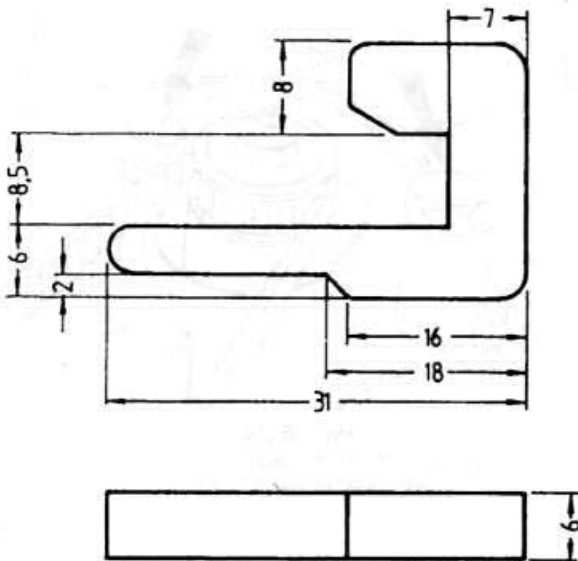

**Рис. 6.20**
- ♦ Проводящий в действие рычаг ослабьте как показано на рис. 6.20.